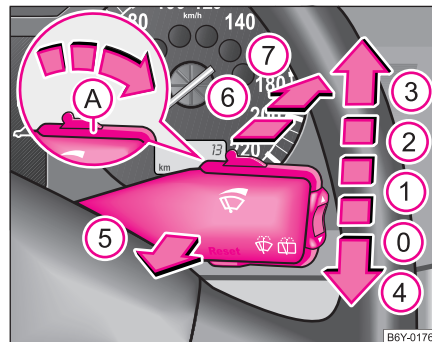

Abb. 42 Scheibenwischerhebel
Der Scheibenwischerhebel ⇒ Abb. 42 hat folgende Stellungen: ►
- Drücken Sie den Hebel vom Lenkrad weg in die Stellung ⑥ ⇒ Seite 62, Abb. 42, der Scheibenwischer wischt alle 6 Sekunden.
Zum Reinigen der Scheinwerfer kommt es nach jedem fünften Frontscheibenwischen, wenn das Abblend- oder Fernlicht eingeschaltet ist und der Scheibenwischerhebel ca. 1 Sekunde in der Stellung ⑤ ⇒ Seite 62, Abb. 42 gehalten wurde.